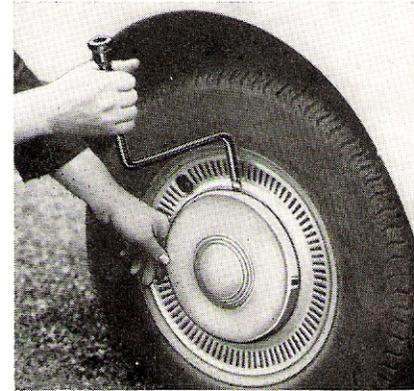

Bild 48
- Die Radkappe wird mit dem Radmutterenschlüssel abgedrückt. Er besitzt dazu eine abgewinkelte Fläche unter dem abziehbaren Plastgriff. Es empfiehlt sich, dabei die Radkappe festzuhalten (Bild 48). Nachdem das Fahrzeug gegen Wegrollen gesichert wurde (Holzklötze